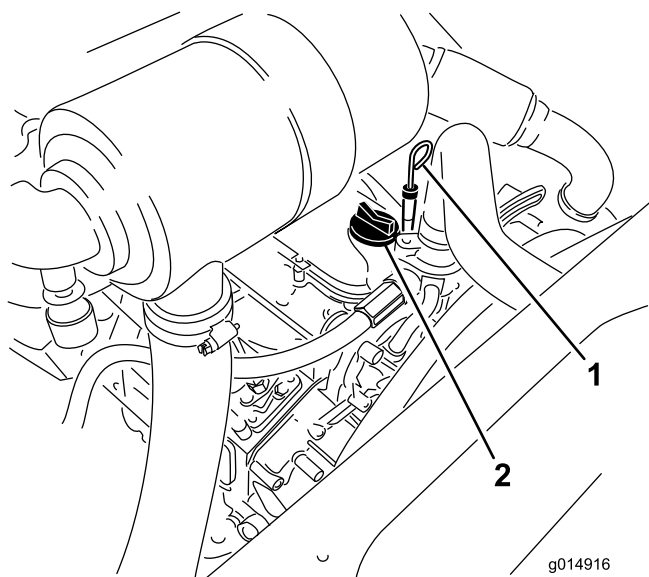

Figura 26
3. Retire la varilla, límpiela, y vuelva a colocarla (Figura 26).
5. Si el nivel de aceite está por debajo de la marca Lleno, retire el tapón de llenado (Figura 26) y añada aceite hasta que el nivel llegue a la marca Lleno.